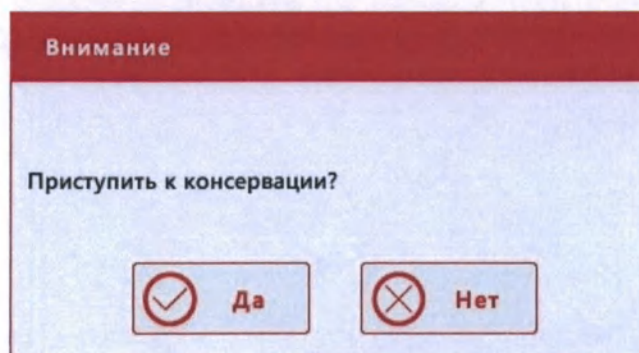

Рис. 10.5-11 Диалоговое окно подтверждения начала консервации
- 1) Нажмите кнопку «**Консервация**» - на экране появится диалоговое окно подтверждения с выдачей сообщения «**Приступить к консервации?**» (Рис.10.5-11). При положительном ответе на этот вопрос прервать процедуру консервации программно будет уже невозможно.